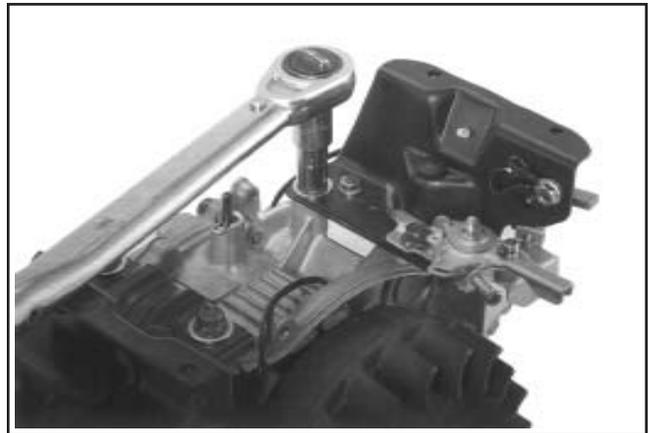

Figure 11-83. CS4, CS6. Montage du support du réservoir de carburant droit.
2. Monter le support droit du réservoir de carburant et les composants électriques\* attachés aux bossages du carter. Monter le support de la commande d'accélérateur sur la vis du côté du volant, comme indiqué aux figures 11-83 et 11-84. Installer une rondelle plate sous la tête de la vis uniquement sur le côté transmission. Serrer les vis au couple de :
3. Vérifier que les câbles de terre sont fixés aux emplacements de support, comme indiqué dans les figures 11-83 à 11-85.